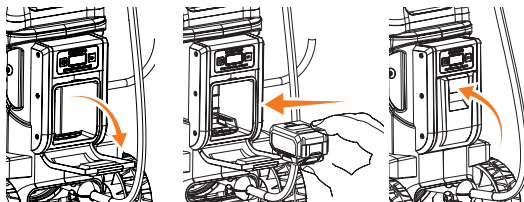

Рис. 4
- Откройте крышку отсека аккумуляторов (Рис. 4).